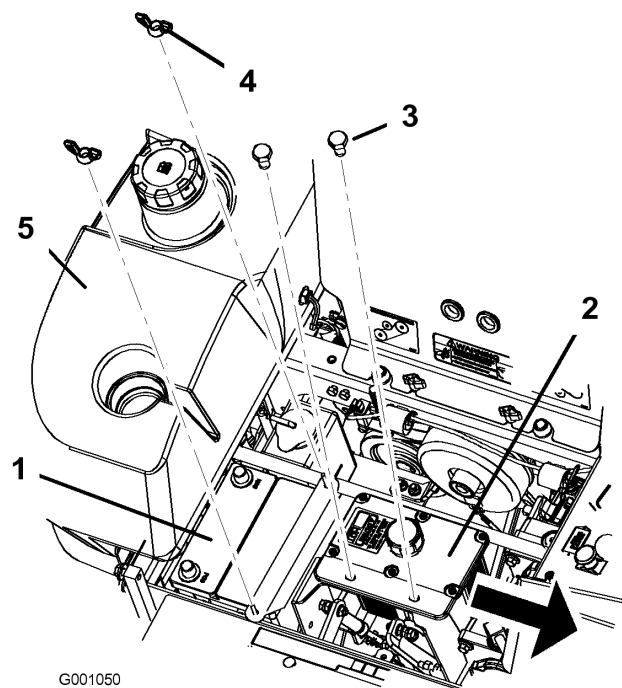

Figura 43
7. Retire los dos pernos que sujetan el depósito de aceite hidráulico (Figura 43).
6. Fije la batería con pernos en J, brida y 2 arandelas (1/4 pulg.), y 2 tuercas de orejeta (1/4 pulg.) (Figura 43).
6. Retire ambas tuercas de orejeta (1/4 pulg.) que fijan la abrazadera de la batería (Figura 43).